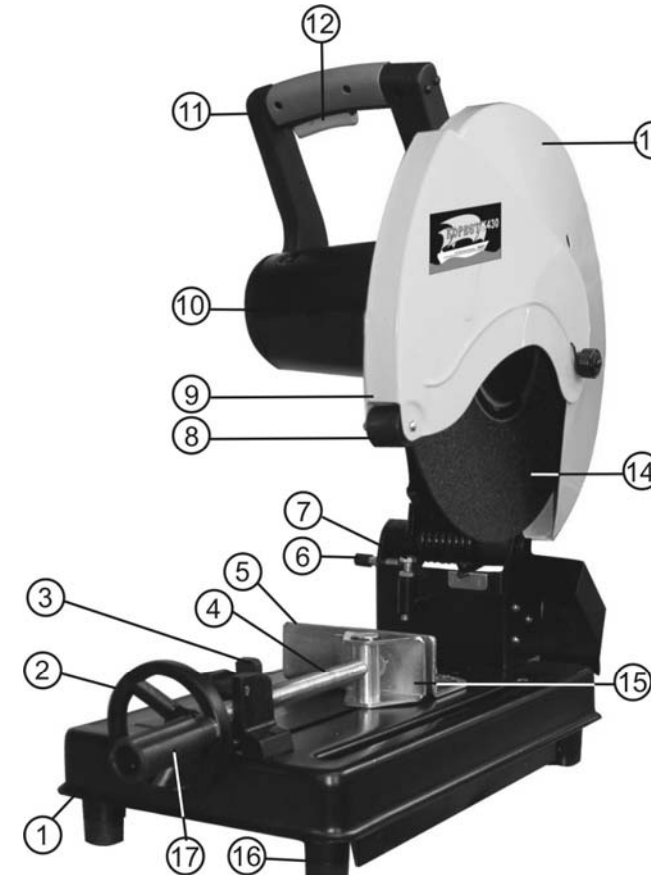

Рис. 2
7. УСТРОЙСТВО Рис. 2, 3
8. ТРАНСПОРТНОЕ ПОЛОЖЕНИЕ (Рис. 2, 3)
9.1.1. Установите и закрепите ручку (17) на маховике (2), как показано на Рис. 2; 3.
10.1. Регулировка угла резания (Рис. 2, 4)
10.1.5. При необходимости повторите регулировку, для чего опустите ручку (11), Рис. 2, установите между плоскостью губок тисков (5) и отрезным диском (14) угольник, угломер, шаблон или образец и отрегулируйте необходимый угол резания.
11. ОСНОВНЫЕ ОПЕРАЦИИ (Рис. 2, 3)